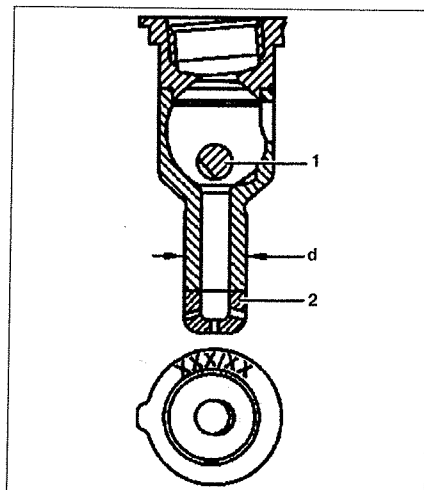

Рис. 4.21. Проверка отверстия предкамеры:
4. Протрите и проверьте отверстие предкамеры. Если предкамера имеет повреждения или утечки, она подлежит замене. Стержень 1 предкамеры не должен быть обожженным или ржавым (см.рис.4.21). Диаметр нижней части 2 предкамеры должен составлять 15 мм. Идентификационный номер предкамеры: 601/36.